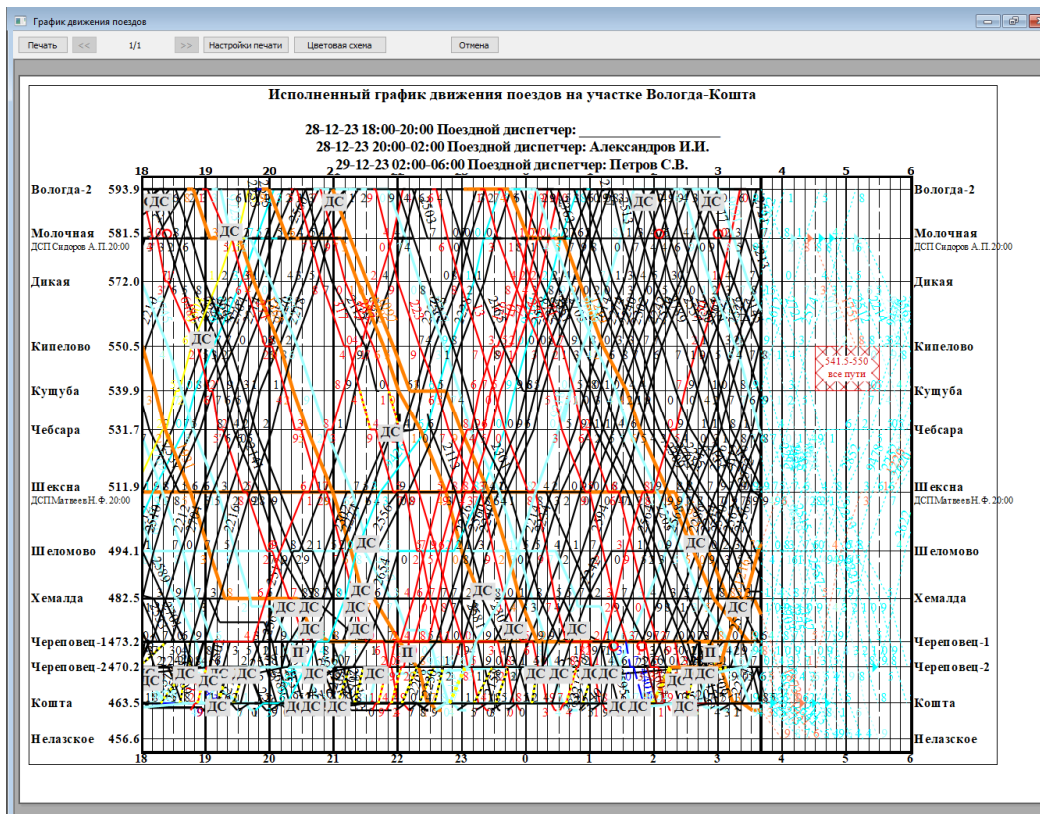

Рис.122
6. Закончив подготовку макета бумажного графика, нужно нажать на кнопку «Печать» (см. рис. 122).